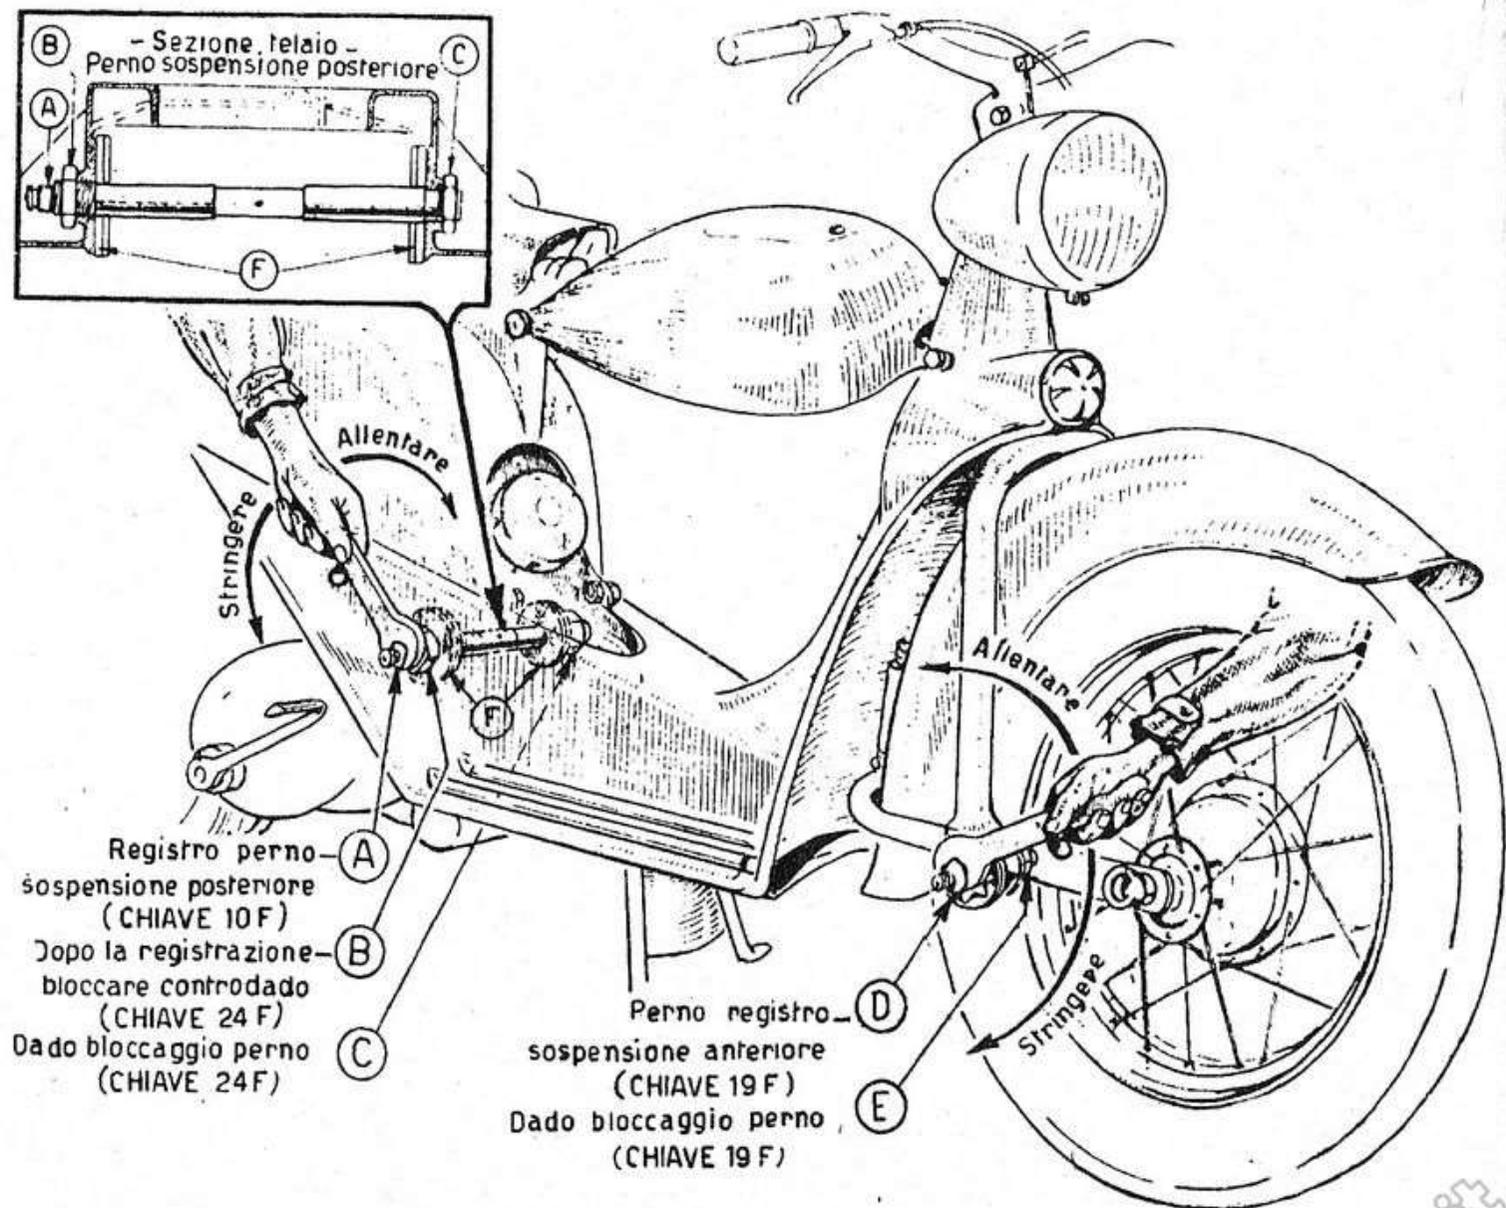

Fig. 17
13) Regolazione sospensione anteriore e posteriore (fig. 17).